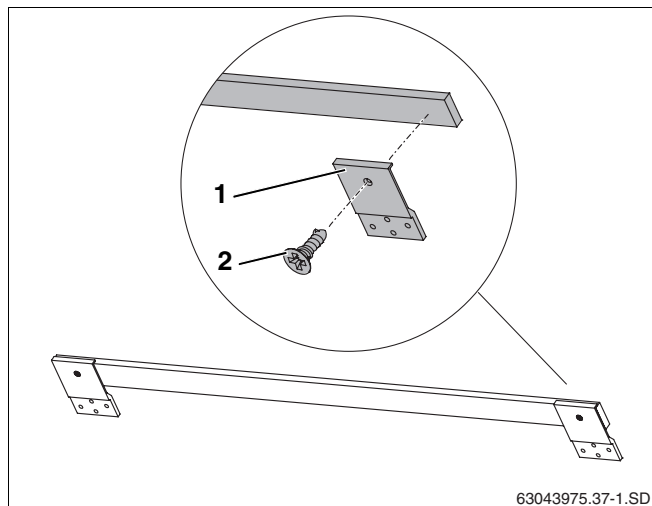

Fig. 10 Monter les dispositifs anti-glisser sur la première latte supplémentaire
Pour le montage horizontal, fixer 3 dispositifs anti-glisser (fig. 10, **pos. 1**) sur une baguette en bois (2 extérieures, 1 centrale).
- Fixer deux dispositifs anti-glisser (fig. 10, **pos. 1**) à chaque extrémité de la baguette en bois à l'aide de vis 4×10 (fig. 10, **pos. 2**).